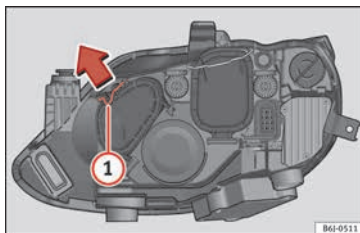

Abb. 97 Doppelscheinwerfer.
- Verschieben Sie die Strebe **1** in Pfeilrichtung und nehmen Sie die Abdeckung ab **»» Abb. 97.**